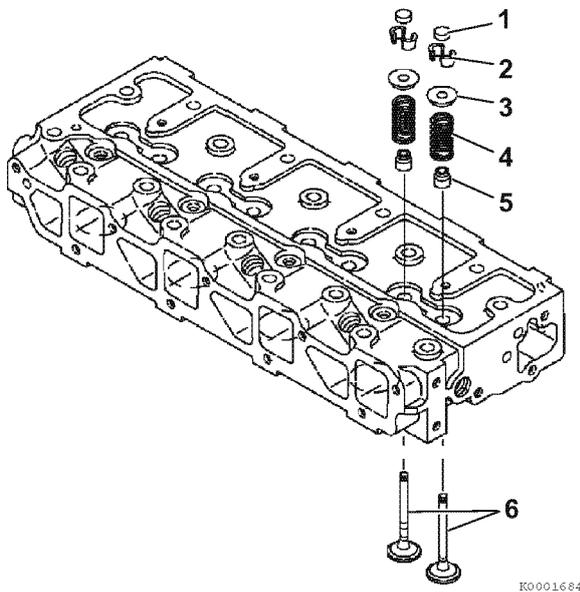

Figure 6-34
4. Placez toutes les soupapes (6, **Figure 6-34**) à leur emplacement correct dans la culasse.
5. Placez la culasse sur l'établi avec le côté combustion vers le bas pour reposer les ressorts de soupape. Installez le ressort de soupape (4, **Figure 6-34**) et le dispositif de retenue du ressort (5, **Figure 6-34**).
7. Insérez les pièces de retenue de la soupape (2, **Figure 6-34**) et relâchez lentement la tension sur le ressort de soupape. Installez le capuchon de la soupape (1, **Figure 6-34**). Répétez les étapes pour toutes les autres vannes.